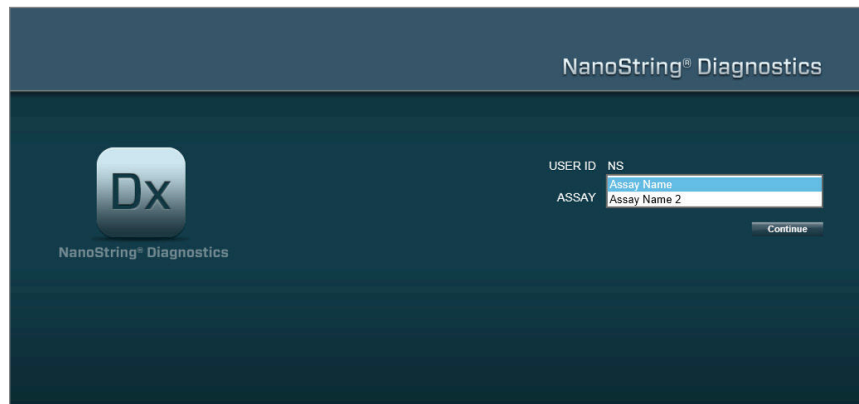

FIGURE 4.2 : Commande **Assay Type** (Type de dosage) sur la page d'ouverture de session
- **Autorisations utilisateur pour plusieurs dosages** : Si l'utilisateur peut accéder à plusieurs dosages, la commande **Assay Type** (Type de dosage) est affichée. L'utilisateur doit alors sélectionner un dosage, puis cliquer sur **Continue** (Continuer) (**FIGURE 4.2**).